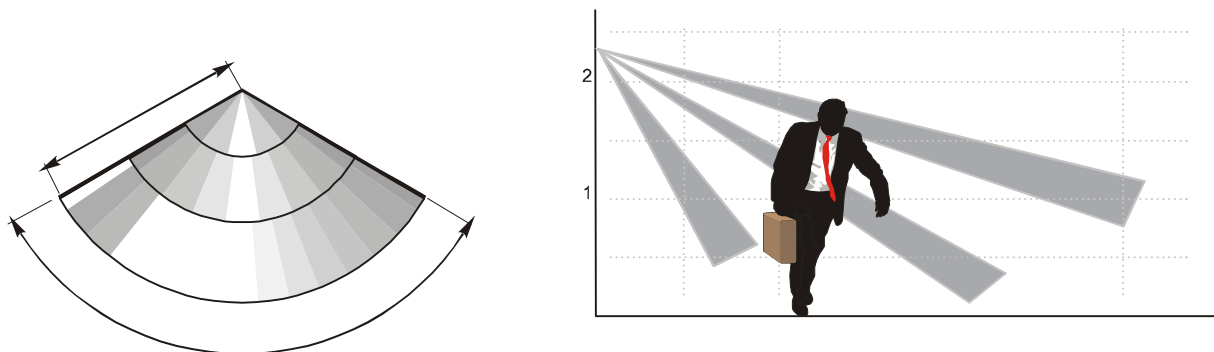

fig. 11
Monterings konsolen till JA-60P är utformad för att kunna placeras på vägg eller i hörn. Detektorn bör monteras på 2 till 2.5 meters höjd. Detektorns räckvidd är upp till 12 meter och vinkeln 120° (se fig. 11). Montera ej detektorn nära värme eller kylaggregat ej heller i lokaler som har starkt skiftande temperatur eller stark luftcirkulation. Tänk på att ej montera detektorn nära apparater med elektromagnetiska signaler.
- Kontrollera att detektorn täcker den yta du förväntar dig (se diagram i fig. 11). Som tillbehör finns lins med långt seende för korridor, samt lins som tillåter mindre pälsdjur.